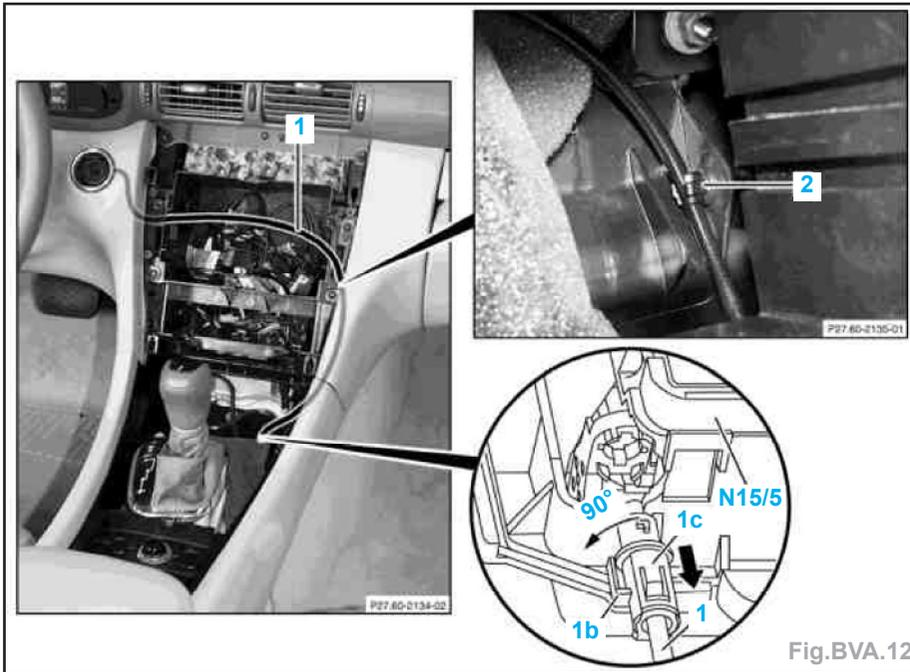

Fig. BVA.12
- Dégager le câble du contacteur antivol (1) du clip (2) (Fig.BVA.12).
- Déposer le câble du contacteur antivol (1) du module de sélection électronique (N15/5).